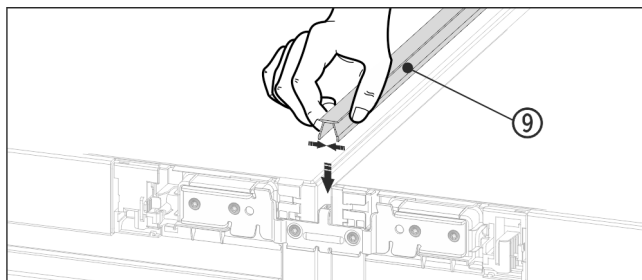

Fig. 20
- ▶ Tryck in den korta täcklisten Fig. 20 (9) i den horisontella spalten på ovsidan.